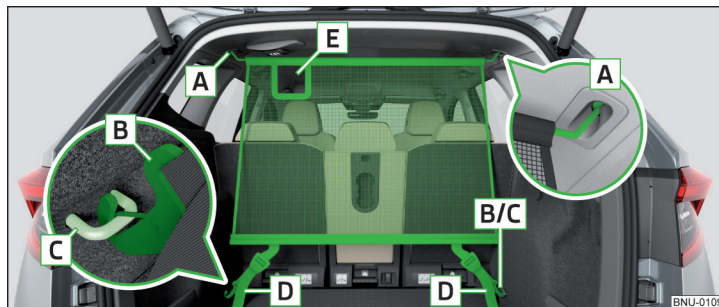

Fig. 139 Peretele despărțitor din plasă aflat în spatele banchetei
- » Pentru **montare**, așezați bara transversală în elementul de prindere **A** mai întâi într-o parte și apăsați-o apoi spre înainte. Introduceți în mod similar bara transversală pe cealaltă parte a autovehiculului, în elementul de prindere **A** » fig. 139.
- » Trageți bine de capătul liber al centurii **D** » fig. 139.